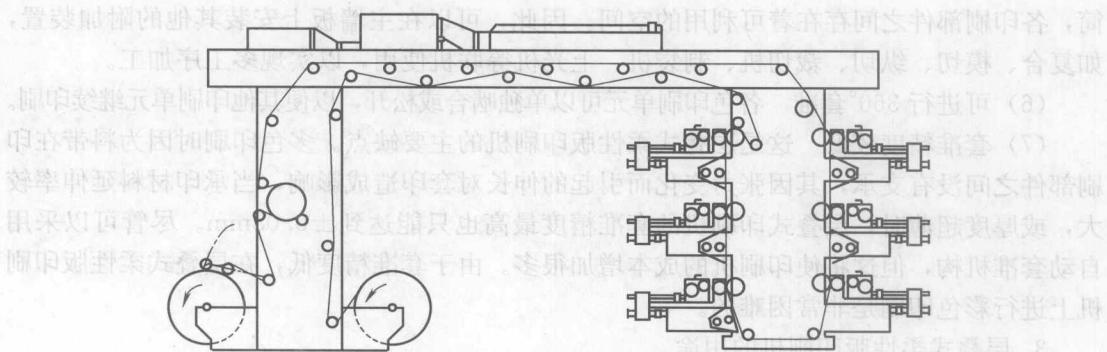

图 1-1-2 层叠式六色柔性版印刷机结构简图
(1) 六色层叠式柔性版印刷机 人们常见的柔性版印刷机都是由 6 个色组构成。外形结构如图 1-1-2 所示。